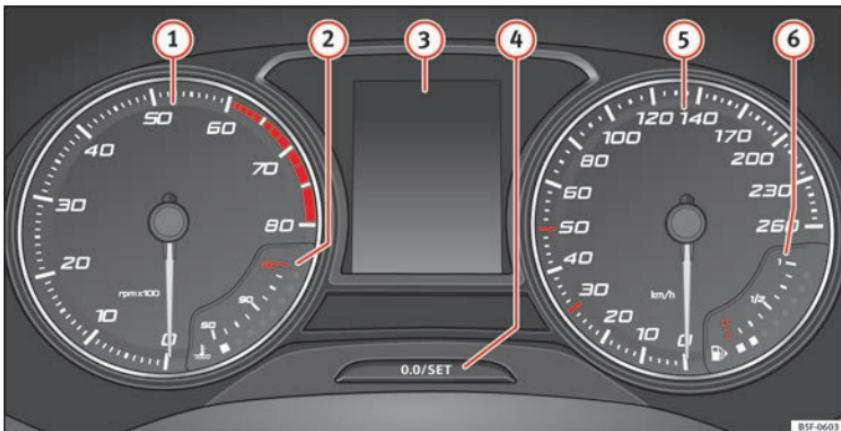

Fig. 122 Quadro strumenti nel cruscotto.
Spiegazioni sugli strumenti »» **fig. 122:**
Il contagiri indica il numero di giri del motore al minuto »» **fig. 122 ①**.
① ATTENZIONE
La lancetta del contagiri »» **fig. 122 ①** dovrebbe rimanere il meno possibile nel settore rosso, altrimenti si rischia di danneggiare il motore.
All'accensione del quadro strumenti, sul display »» **fig. 122 ③** vengono visualizzate informazioni differenti, a seconda dell'equipaggiamento del veicolo:
- Premere brevemente il pulsante »» **fig. 122 ④** per riportare il contachilometri parziale a 0.
- Mantenendo premuto il pulsante **④** per circa 3 secondi verrà visualizzato il valore precedente.
- Per regolare l'orologio, mantenere premuto il pulsante »» **fig. 122 ④** per più di 3 secondi per selezionare l'indicatore delle ore o dei minuti.
- Per proseguire con la regolazione, premere la parte superiore o inferiore del pulsante **④**. Per far scorrere i numeri rapidamente, mantenere premuto il tasto.
- Premere nuovamente il pulsante **④** per concludere la regolazione dell'orologio.
Mantenere premuto il pulsante »» **fig. 122 ④** per più di 15 secondi per visualizzare la sigla »»